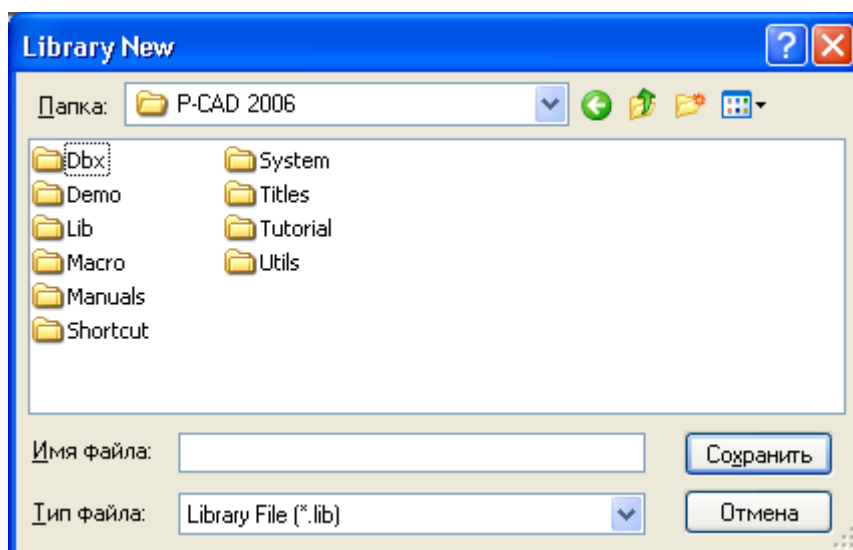

Рис.3.2. Создание новой библиотеки
- 1) Создать новую библиотеку (новый файл с расширением .lib) в своей папке с помощью команды Library/New (рис.3.2). В открывшемся окне надо указать путь к новой библиотеке и ввести имя.